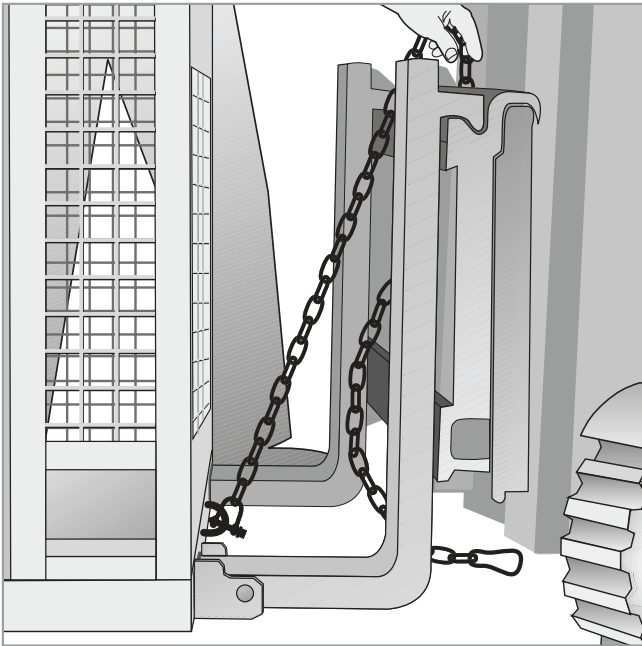

Bild 5.3.1
- Lassen Sie die Sicherheitskette hinter der Plattform des Wagens durchgehen (**Abb. 5.3.1**), um sie dann wieder zu befestigen, entweder am Bolzen oder an der Kette selbst, mit einem Karabiner (**Abb. 5.3.2**). Achten Sie darauf, das Spiel der Kette zu minimieren, um die Vorwärtsbewegung des Behälters zu verhindern (**Abb. 5.3.3**).